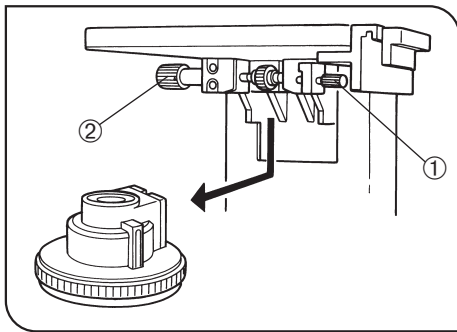

Fig. 3
5. Pour nettoyer le condensateur, desserrer la molette de sécurité ①, retirer ensuite le condensateur en l'abaissant à l'aide de la molette de réglage de la hauteur du condensateur ②, puis essuyer la lentille avant du condensateur. Le condensateur se fixe en suivant la procédure inverse de la dépose décrite ci-dessus (Fig. 3).